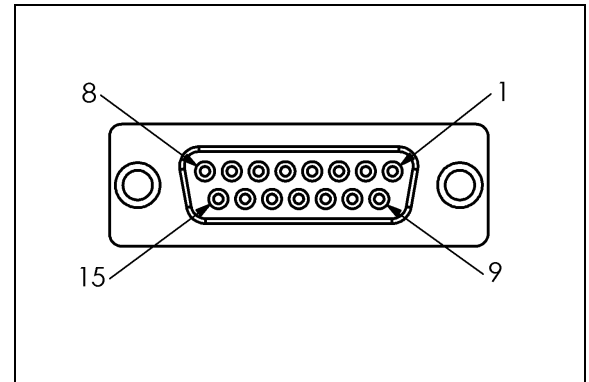

Fig. II.12 15-polet kanttaster-stik (hun)
**Pin layout for de elektroniske kanttaster (See Fig. II.12 hunstik)**